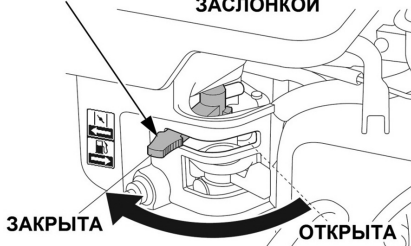

Рис. 14 Рычаг управления воздушной заслонкой
2. Закройте воздушную заслонку карбюратора. Для этого переведите рычаг управления воздушной заслонкой в крайнее левое положение (Рис. 14). Если двигатель горячий, закройте воздушную заслонку на половину.